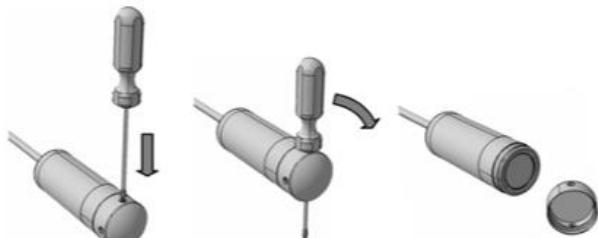

Рисунок 3. Алгоритм снятия колпачка.
4.13. Датчик имеет защитный пластиковый колпачок. Колпачок снимается, если измеряется уровень вязкой жидкости, и, если необходимо провести очистку сенсора (см. рис. 3). Для снятия защитного колпачка удобно использовать отвертку. Её следует осторожно (не касаясь мембранны сенсора) продеть через два отверстия на конце датчика до упора и, используя ручку отвертки в качестве рычага, отстегнуть колпачок.